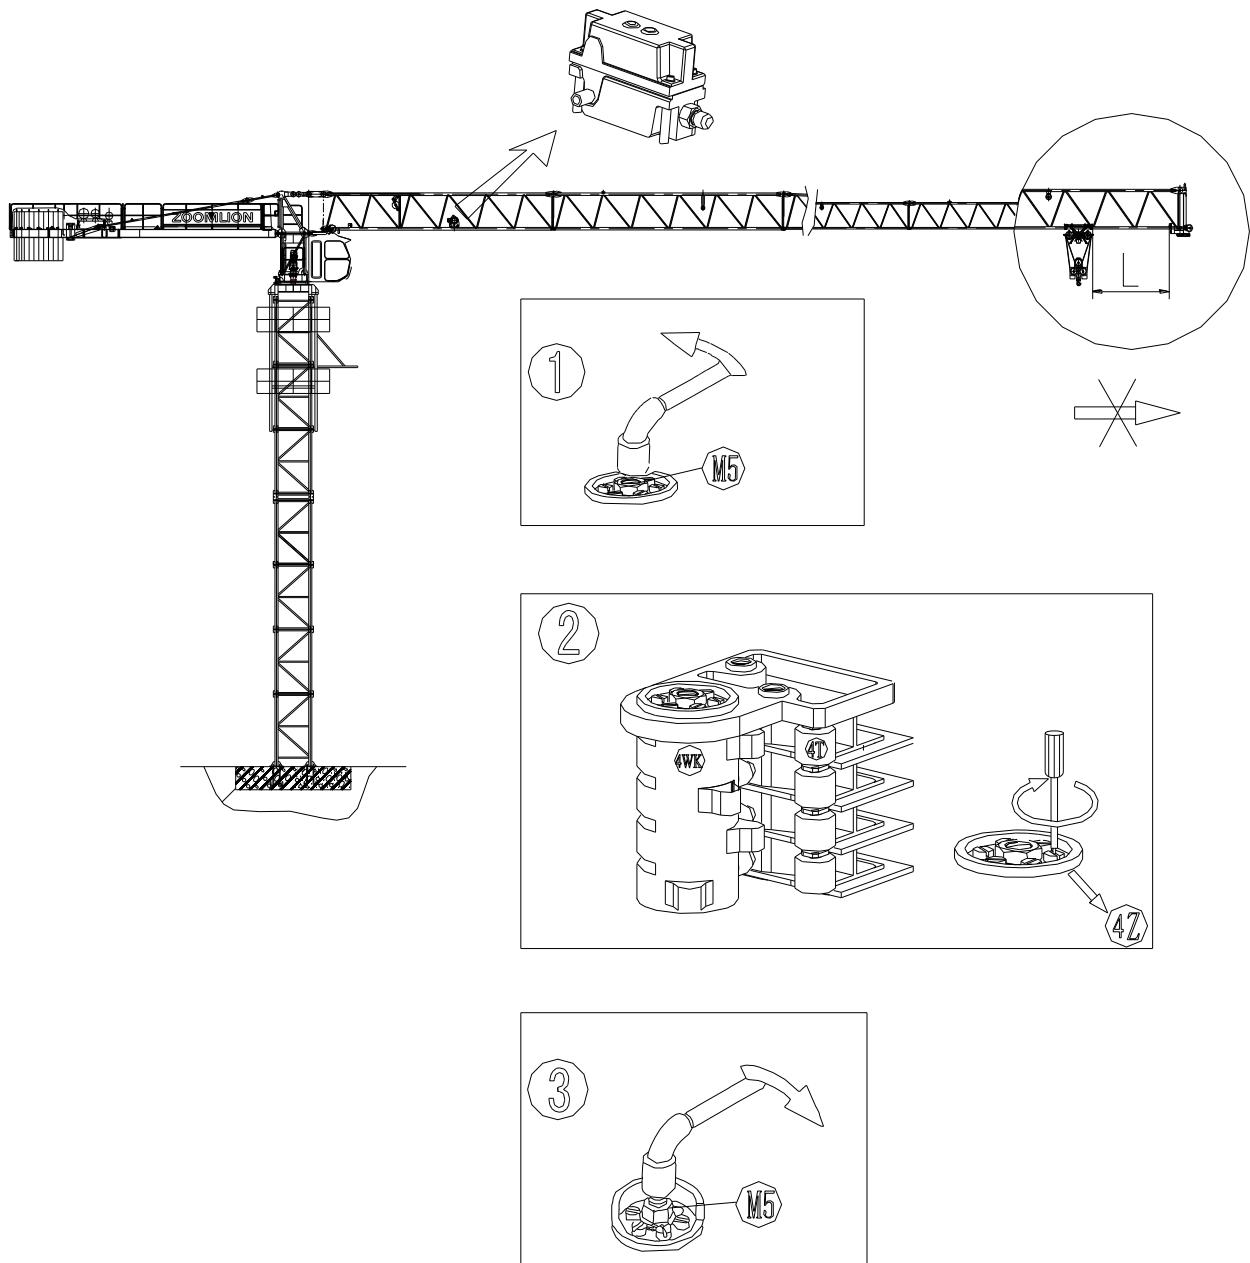

图 9.3-4 向外变幅限位
- (1) 松开螺母 M5;
- (2) 载重小车以低速开至起重臂臂尖缓冲器  $L=0.5m$  处, 按程序调整(4Z)轴, 使凸轮(4T)压下微动开关 (4WK), 使小车停止向外移动;
- (3) 拧紧螺母 M5, 见图 9.3-4。